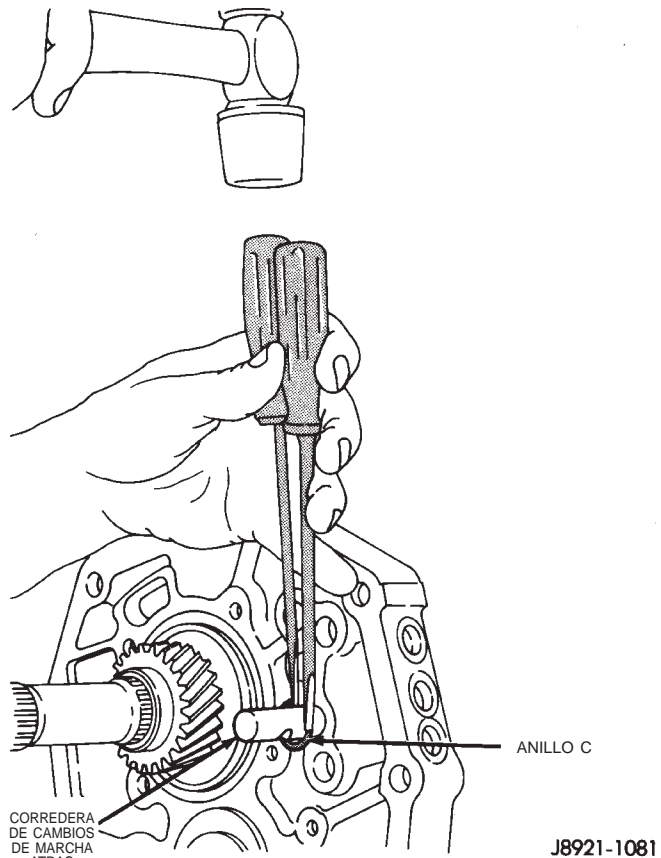

Fig. 77 Desmontaje del anillo C de la corredera de cambios de marcha atrás
(30) Retire el anillo C que fija la corredera de cambios de marcha a la placa intermedia con dos destornilladores de igual tamaño (Fig. 77).